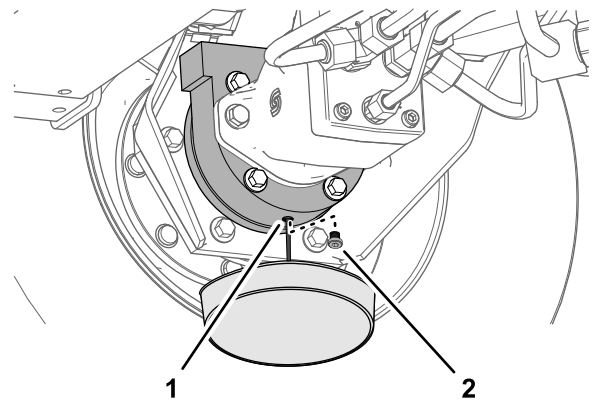

図 106
6. ブレーキハウジングの下に容器を置き、プラグを外してオイルを抜く 図 106。